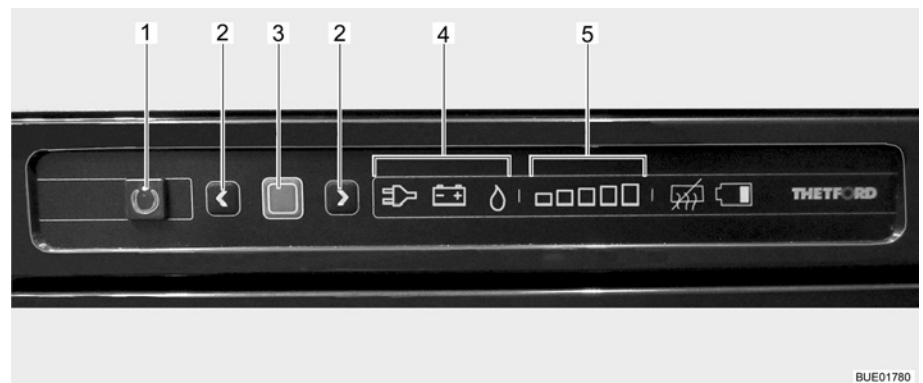

Bild 97 Bedienelemente für den Kühlschrank
Die aktuelle Betriebsart wird durch ein leuchtendes Symbol (Bild 97,4) an der Bedieneinheit angezeigt.
Nach dem Einschalten wählt der Kühlschrank automatisch die zuletzt gewählte Thermostateinstellung. Diese Einstellung kann manuell mit den Pfeiltasten (Bild 97,2) nachgeregelt werden. Die Leuchtbalken der Kühlstufenanzeige (Bild 97,5) zeigen die gewählte Thermostateinstellung an. Mit den Pfeiltasten wird die Kühltemperatur für alle drei Energiearten eingestellt. Es dauert einige Stunden, bis der Kühlschrank die normale Betriebstemperatur erreicht hat. Beim Umschalten der Betriebsart wird die Thermostateinstellung beibehalten. Die Kühltemperatur wird unabhängig von der Energieart beibehalten.
- Taste Ein/Aus (Bild 97,1) 1 Sekunde lang drücken. Taste (Bild 97,1) leuchtet grün auf. Nach ca. 10 Sekunden wird die Anzeige aus Energie-spargründen gedimmt.
- Bestätigungstaste (Bild 97,3) ca. 2 Sekunden lang drücken. Die Symbole der Betriebsarten (Bild 97,4) blinken.
- Zum Ändern der Betriebsart die Pfeiltasten (Bild 97,2) drücken.
- Für Gasbetrieb mit den Pfeiltasten (Bild 97,2) die Betriebsart Gas auswählen. Die Gaszufuhr ist geöffnet. Der Zündvorgang erfolgt automatisch. Ein tickendes Geräusch ist hörbar, bis der Zündvorgang erfolgreich abgeschlossen ist.
- Bestätigungstaste (Bild 97,3) drücken.
- Bestätigungstaste (Bild 97,3) erneut drücken. Die aktuelle Kühlstufe wird durch die Leuchtbalken (Bild 97,5) angezeigt.
- Zum Ändern der Einstellung die Pfeiltasten (Bild 97,2) drücken, bis die gewünschte Einstellung angezeigt wird.
- Taste Ein/Aus (Bild 97,1) ca. 2 Sekunden lang drücken. Alle Lampen erlöschen. Der Kühlschrank ist abgeschaltet.